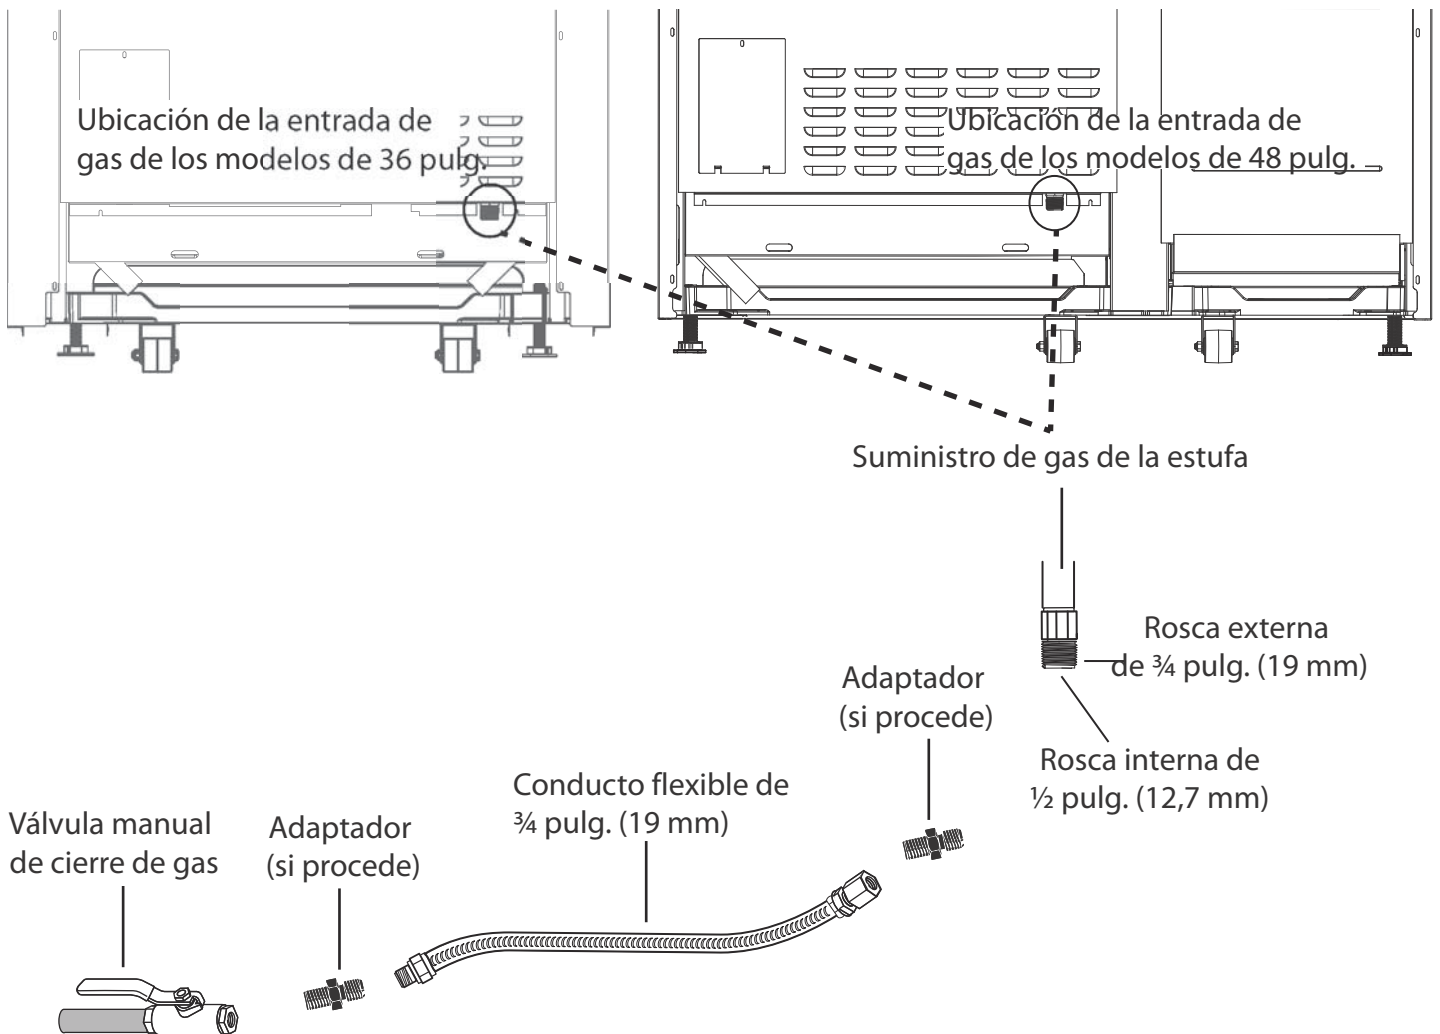

Figura 13: Conexión del colector del suministro de gas
- Utilice un conducto flexible de ¾ pulg. (19 mm) entre el suministro de gas y la línea de suministro del aparato. La línea de suministro de gas está ubicada detrás de la estufa, abajo a la derecha. La línea externa de suministro de gas del aparato tiene una rosca de tipo NPT ¾ pulg. (19 mm) y la rosca interna es de tipo NPT ½ pulg. (13 mm) (vea la *Figura 13*).